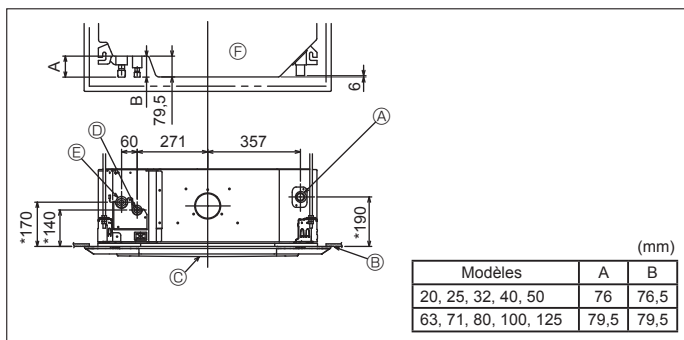

Fig. 4-1
4.1. Emplacement des tuyaux de réfrigérant et d'écoulement de l'appareil intérieur (Fig. 4-1)